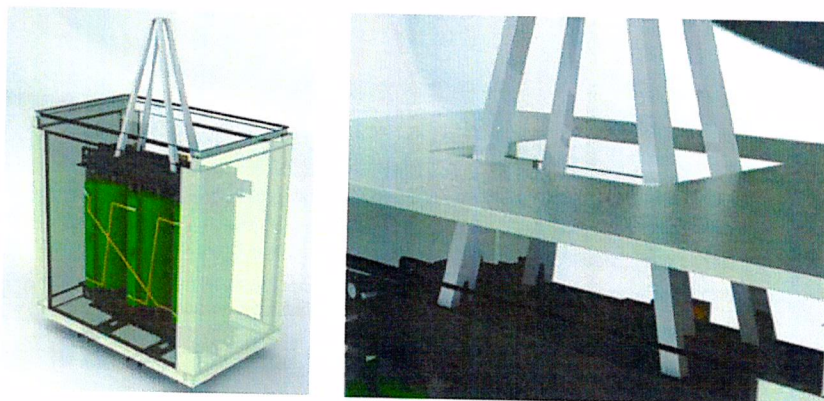

Figura 4 - içamento do conjunto (transformador e invólucro de proteção)
- Para içamento do conjunto (transformador e invólucro de proteção), quando o mesmo é içado pela parte ativa do transformador, deve-se seguir conforme a Figura 4.